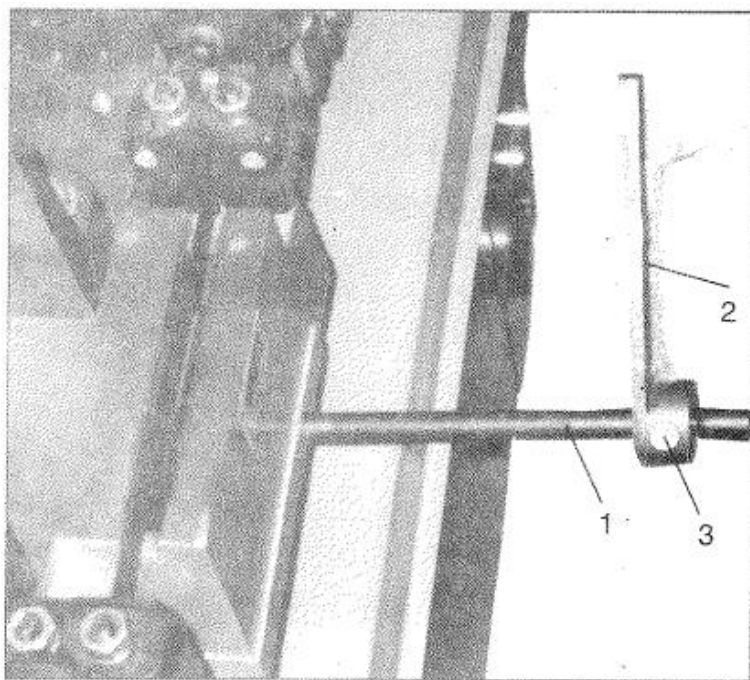

Рис. 2
4. Вставить стержень, останавливающий материал (1. На рис. 2) в основание. Затем удалить гайку и шайбу, чтобы затянуть его (1). Сдвинуть блок, останавливающий материал на стержень и затянуть винт (3).